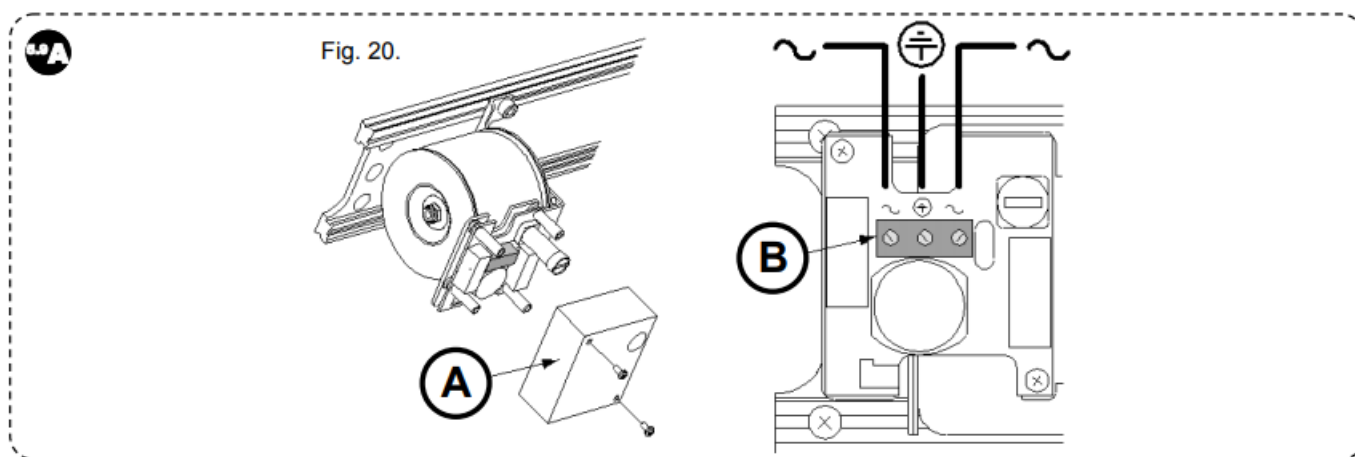

Рис. 20.
- Відкрийте кришку (рис.20, частина А).
- Підключіть мережевий блок живлення та кабель розетки до клемних пластин, як показано на (рис. 20, частина В).
- Встановіть кришку (рис. 20, частина А).